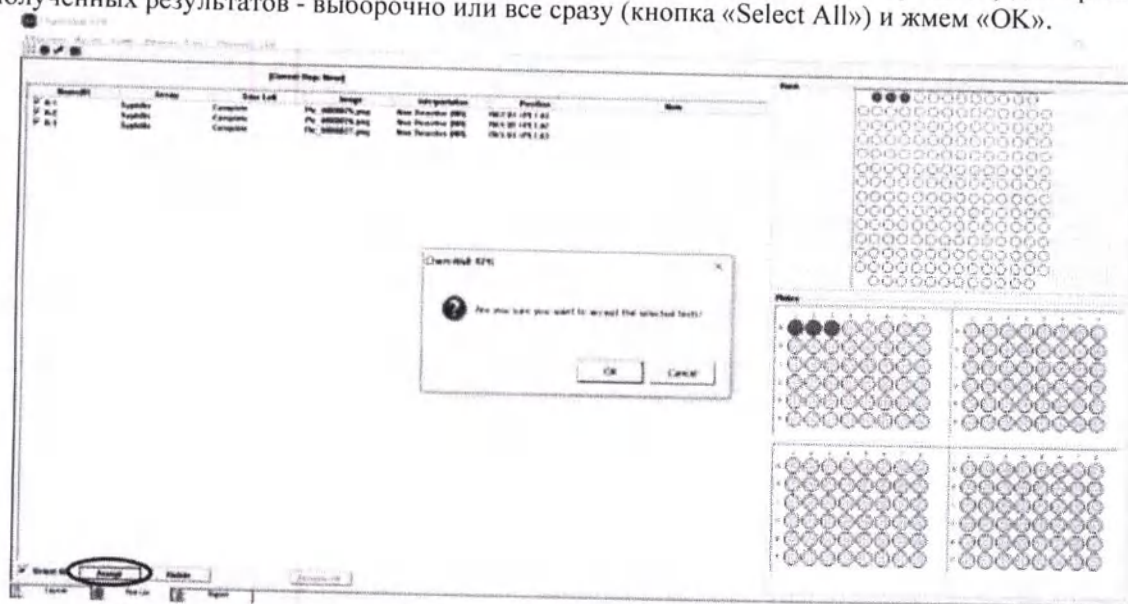

Рисунок 52. Расположение кнопки для принятия полученных результатов.
12) Далее необходимо нажать кнопку «Асепт» (Принять) (Рисунок 52) для принятия полученных результатов - выборочно или все сразу (кнопка «Select All») и жмем «OK».